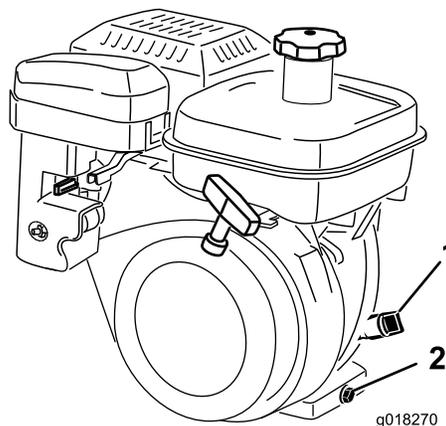

Рисунок 34
2. Установите машину так, чтобы двигатель располагался горизонтально, и очистите зону вокруг масломерного щупа (Рисунок 34).
3. Снимите пробку заливного отверстия, повернув ее против часовой стрелки (Рисунок 34).
- В задней части машины подставьте сливной поддон под пробку сливного отверстия (Рисунок 34). Ослабьте затяжку пробки сливного отверстия.